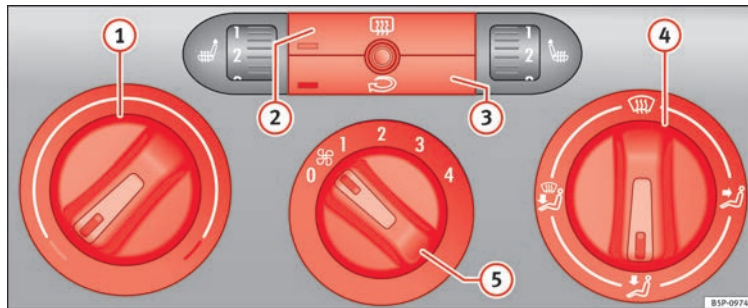

Fig. 114 Comandi del riscaldamento sulla plancia portastrumenti.
- Le manopole » **fig. 114** ① e ④ e la manopola ⑤ servono rispettivamente a impostare la temperatura desiderata, a indirizzare il flusso d'aria e a selezionare il livello di potenza della ventola.
- Per attivare o disattivare una funzione bisogna premere il tasto corrispondente ② o ③. Quando la funzione è attiva, la spia situata nell'angolo in basso a sinistra del tasto si illumina.